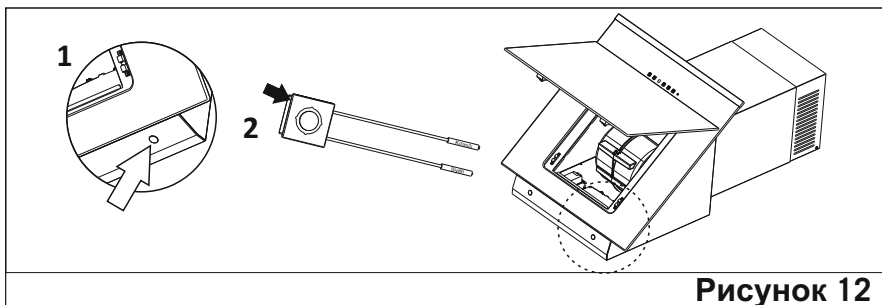

Рисунок 12
- Нерабочие светодиодные лампы извлекаются так, как это показано на рисунке. (См. Рисунок 12)
Примечание: Извлеките фольгу на клейкой ленте светодиодной лампы так, как это показано на **Рисунке 12/2**. На место извлеченной светодиодной лампы, **Рисунок 12/1**, приклейте новую светодиодную лампу.